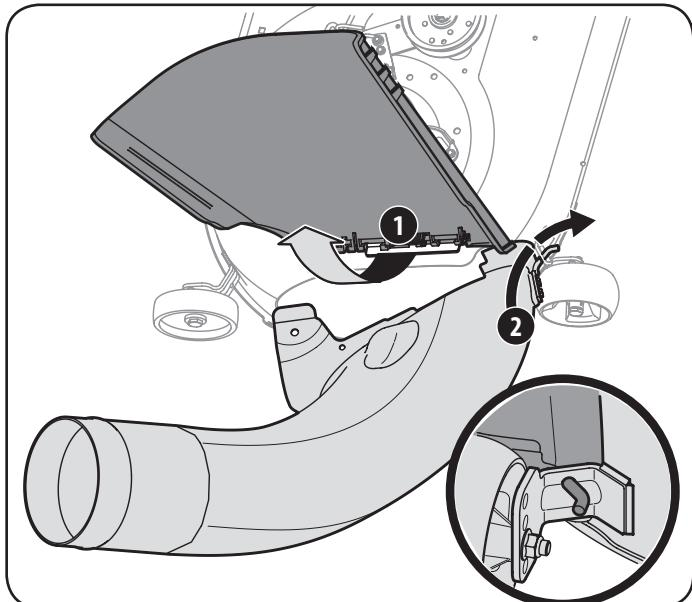

Figura 20
2. Con el canal de descarga del tractor levantado y manteniéndolo abierto (1), coloque el codo del canal ubicando la varilla de montaje del codo del canal en la lengüeta de montaje del canal (2), como se muestra en la Figura 20.